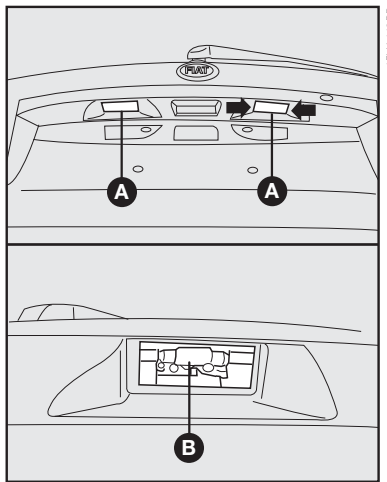

fig. 23
LUZ DE PLACA - fig. 23
1) retirar os refletores **A-fig. 23** utilizando uma chave de fenda nos pontos indicados pelas setas.
2) retirar a lâmpada **B-fig. 23** e substituí-la.